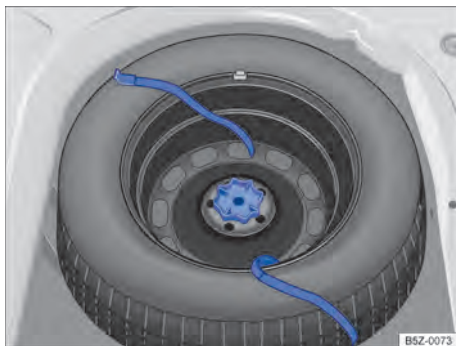

Fig. 143 No compartimento de bagagem: manípulo para fixação da roda de emergência.
- Girar totalmente o manípulo localizado no meio da roda de emergência ⇒ Fig. 143, no sentido anti-horário e remover a roda de emergência.